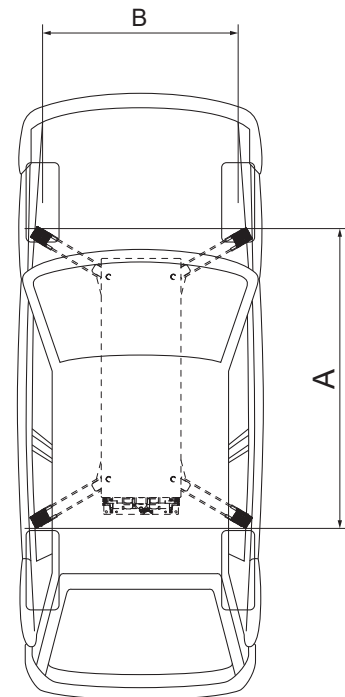

Abb. 2
- Mindestabstand zwischen den Hebepunkten (A): 1400 mm (Abb. 2).
- Mindestspurweite (B): 1000 - 1700 mm (Abb. 2).